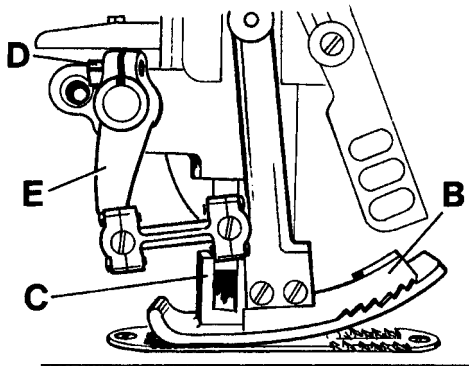
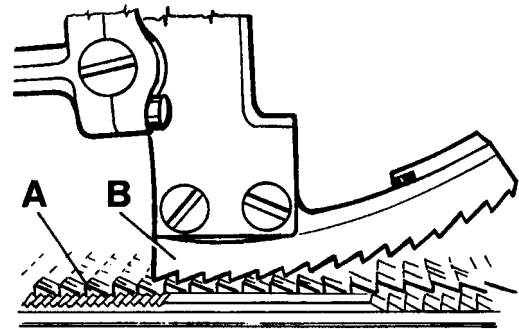

Fig. 16
Fig. 17
Assemble the upper feed dog (B, Fig. 16). The upper feed dog should not push against the front or rear end when moving in the slots of presser foot (C). Simultaneously the upper feed dog (B, Fig. 17) should be positioned so that the tips of its teeth engage with the tooth spaces of the lower feed dog (A), without contacting it. When the lower feed dog (A) is in its highest and the upper feed dog (B) in its lowest point of travel, there must be a small gap between both feed dogs. The feed travel of the upper and the lower feed dog should be synchronous.
For setting the upper feed dog with respect to the slot ends in the presser foot and the tooth spaces of the lower feed dog, loosen screw (D, Fig. 16) and turn drive lever (E) accordingly to the front or rear. Retighten screw (D).
Montieren Sie den Obertransporteur (B, Fig. 16). Der Obertransporteur darf bei seiner Bewegung in den Schlitz im Drückerfuß (C) weder vorne noch hinten anstoßen.
Gleichzeitig muß der Obertransporteur (B, Fig. 17) so positioniert sein, daß die Spitzen seiner Zähne in die Zahn-lücken des unteren Transporteurs (A) eingreifen, ohne diesen zu berühren. Wenn der untere Transporteur (A) in der höchsten und der Obertransporteur (B) in der untersten Stellung seiner Bewegung ist, muß zwischen beiden Transporteuren ein Luftspalt sein. Der Transportweg von oberem und unterem Transporteur soll gleich (synchron) sein.
Zum Einstellen des Obertransporteurs im Bezug zu den Schlitzenden im Drückerfuß und zu den Zahn-lücken des unteren Transporteurs lösen Sie die Schraube (D, Fig. 16) und schwenken den Antriebshebel (E) entsprechend nach vorne oder hinten. Ziehen Sie Schraube (D) wieder an.
The motion should be set so that the rear four teeth of the upper feed dog (B, Fig. 16) remain approx. 1/3 of their height in the presser foot slots when lifting.
Die Bewegung muß so eingestellt sein, daß die hinteren vier Zähne des Obertransporteurs (B, Fig. 16) beim Abheben noch mit etwa 1/3 ihrer Höhe in den Drückerrfußschlitzen sind.